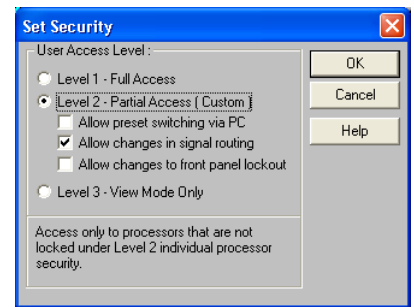

ABBILDUNG 9-4: Dialogfeld "Set Security Level" (Sicherheitsstufe einstellen)
4. Das Dialogfeld "Set Security Level" (Sicherheitsstufe einstellen) wird geöffnet (siehe Abb. 9-4).